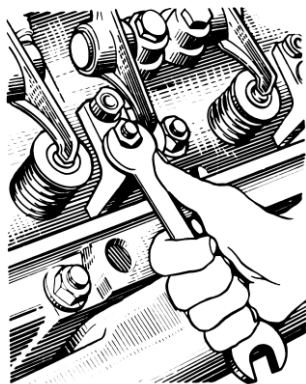
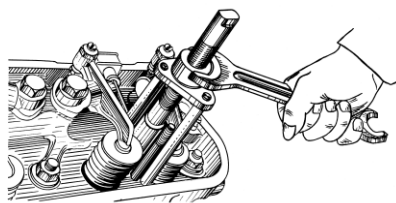

Рис. 74. Отвертывание гайки скобы крепления форсунки
Рис. 75. Снятие форсунки
- 4 Отвернуть гайки скоб крепления форсунок (рис. 74), снять форсунки (рис. 75), предохраняя распылитель от ударов и засорения отверстий.